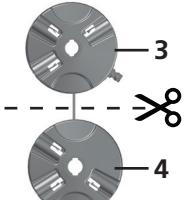
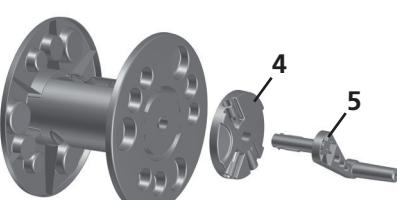

Fig. 02
Fig. 03
**2.** Separe os mancais (3) e (4), cortando a fita que os une [Fig. 02]. Encaixe a manivela (5) no mancal esquerdo (4) e o mesmo conjunto encaixe no carretel [Fig. 03] (encaixar até ouvir ou click).
2. Separate the bearings (3) and (4) by cutting the tape, as shown on [Fig 02]. Attach the crank (5) to the left bearing (4) and connect this assembly to the reel [Fig. 03]. (Be sure you hear them clicking into place).
2. Separa los mancales (3) y (4), cortando la cinta que los une [Fig. 02]. Encaja la manivela en el mancal izquierdo (4) y el conjunto en el carretel [Fig. 03] (encajarlo hasta que se escuche un clic).